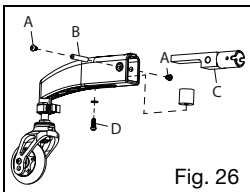

Fig. 26
2. Retire o parafuso de 6 mm de um dos lados do braço da quinta roda dinâmica (Fig. 26:A) com duas chaves de Allen de 4 mm.
3. Com uma chave de Allen, empurre o pino de rosca (Fig. 26:B) para fora da estrutura do braço.
4. Deslize a abertura tubular (Fig. 26:C) para fora da estrutura.
5. Retire o parafuso de 6 mm localizado debaixo da estrutura. Este procedimento irá soltar o elastômero (Fig. 26:D). Retire o elastômero e coloque-o de lado.
7. Aperte o parafuso de 6 mm com a arruela (Fig. 26:D) através da ranhura e do encaixe roscado do elastômero.
8. Aperte novamente o parafuso de 6 mm (Fig. 26:D). Não aperte excessivamente.
9. Reintroduza a abertura tubular (Fig. 26:C) no braço. Certifique-se de que o braço plano da abertura tubular está posicionado por cima da parte superior do elastômero.
10. Alinhe os furos do braço e os da abertura tubular para introduzir o pino de rosca (Fig. 26:B) e o parafuso de 6 mm (Fig. 26:A).
11. Aperte os parafusos de 6 mm (Fig. 26:A) com duas chaves de Allen de 4 mm.